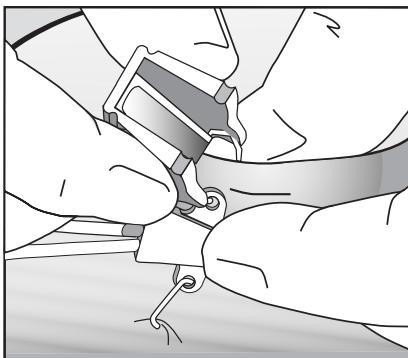

Figura 1
- Infilare uno dei puntali del punto metallico attraverso uno degli occhielli di sutura situati ai lati del connettore del catetere (vedere la Figura 1).